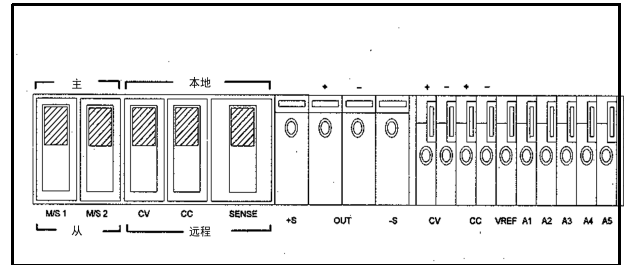

图 4，用于执行检验的后面板控制器的开关设置
- b. 检查后面板开关设置是否如图 4 中所示。
电源出厂时被配置为本地操作模式。本地操作模式要求后面板的开关设置如图 4 所示。电源提供恒定电压 (CV) 或恒定电流 (CC) 输出。